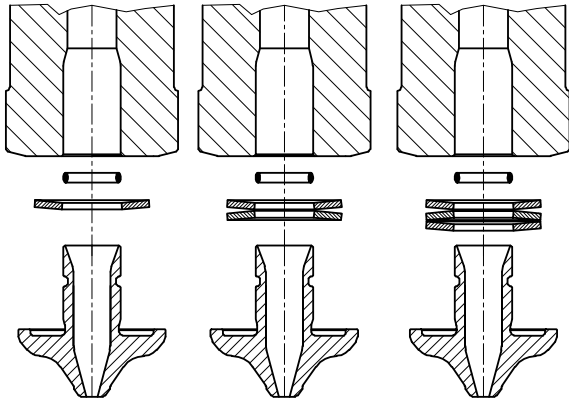
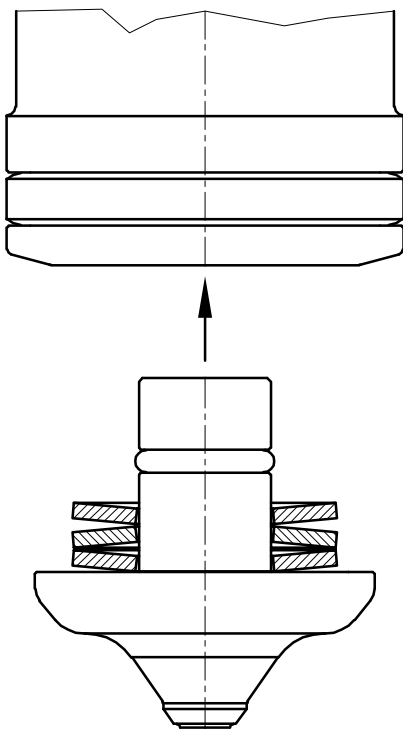

Abbildung 37: (z371-25) Montage der Tellerfedern, O-Ringe und Düsenspitzen
Abbildung 38: (z371-26) Montage der Düsenspitzen mit aufgeschobenen Tellerfedern (im Bild Beispiel mit 3 Tellerfedern) und O-Ring
4. Neue Düsenspitze, Tellerfedern und O-Ring per Hand in den Spitzensitz der Düse einführen (siehe Abb. 37 und Abb. 38 sowie siehe "Montagehinweise und Einbaurichtung der Tellerfedern und O-Ringe").